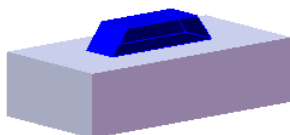
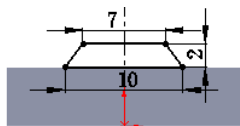

图 17.12.5 凸台—拉伸 2
图 17.12.6 横断面草图
Step3. 创建图 17.12.5 所示的零件基础特征——凸台—拉伸 2。选择下拉菜单 **插入(I)** → **凸台/基体(B)** → **拉伸(E)...** 命令；选取上视基准面作为草图平面，绘制图 17.12.6 所示的横断面草图；采用系统默认的拉伸方向；在 **方向1** 区域的下拉列表中选择 **两侧对称** 选项，输入深度值 5.0，选中 ☒ **合并结果(M)** 复选框。单击 按钮，完成凸台—拉伸 2 的创建。